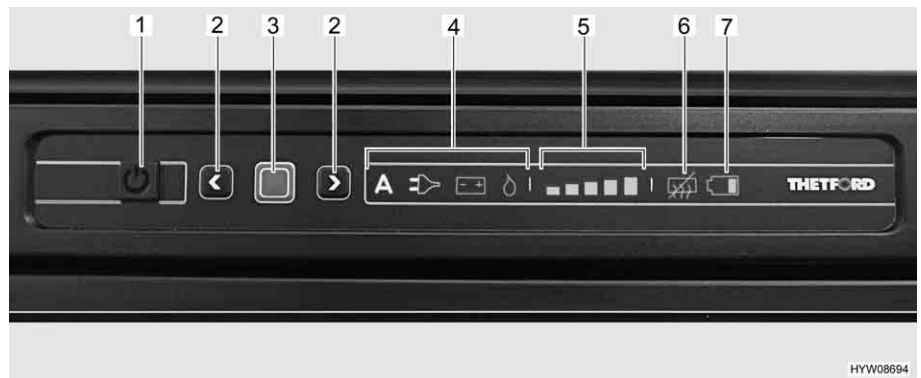

Bild 226 Lysdiodsreglage (kylskåp Thetford)
- Tryck på på/av-knappen (Bild 226,1) i en sekund. Knappen tänds med grönt ljus. Efter ca 10 sekunder dimmas indikeringen automatiskt för att spara ström.
- Tryck på bekräftelseknappen (Bild 226,3). Det sist valda driftläge visas.
- Tryck ned bekräftelseknappen (Bild 226,3) i cirka 2 sekunder. Symbolen för driftläge blinkar.
- Manuellt energival: Med pilknapparna (Bild 226,2) väljer du önskad energikälla.
- Automatiskt energival (endast för utförande med automatiskt energival): Välj driftläget "A" med hjälp av pilknapparna (Bild 226,2).
- Bekräfta valet med bekräftelseknappen (Bild 226,3).
- Tryck på bekräftelseknappen (Bild 226,3) igen. Kylnivåindikatorn (Bild 226,5) blinkar.
- Ändra inställningen genom att trycka på pilknapparna (Bild 226,2) tills önskad inställning visas.
- Tryck på på/av-knappen (Bild 226,1) i cirka 2 sekunder. Alla lampor släcks. Kylskåpet är avstängt.
När kylskåpet sätts på väljs automatiskt den sist valda termostatinställningen. Denna inställning kan ändras manuellt med pilknapparna (Bild 226,2). Det tar alltid några timmar innan man har en normal drifttemperatur i kylskåpet. Vid omkopplingen till ett annat driftläge, bibehålls termostatinställningen.